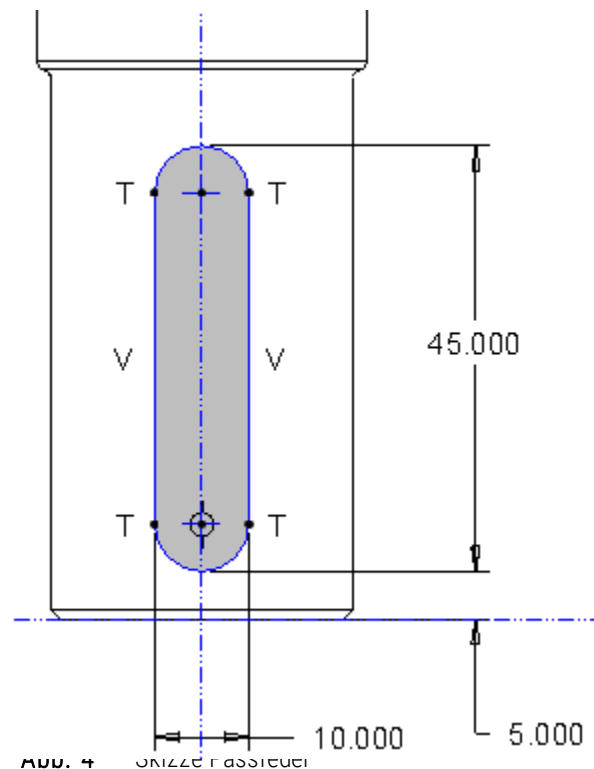

Abb. 4 Skizze Passfedernut
- ▶ Profil ▶ Material entfernen ▶ in E\_PASSFEDER nach Abb. 4 skizzieren